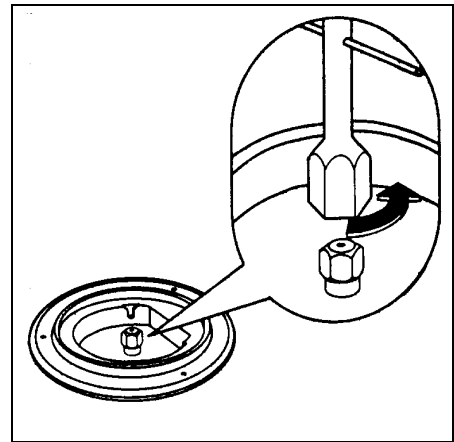

fig.14
3. Avec une clé douille de 7, dévissez les injecteurs (fig. 14) et remplacez-les par ceux convenant au type de gaz utilisé (voir tableau n°1).